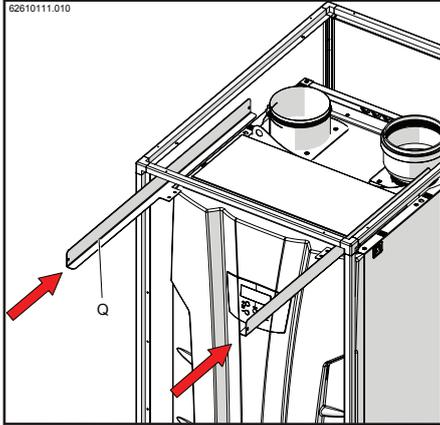
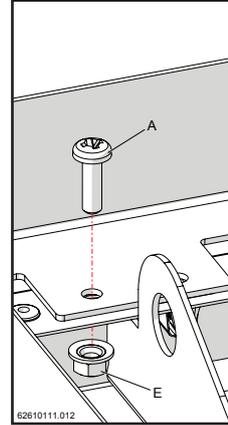
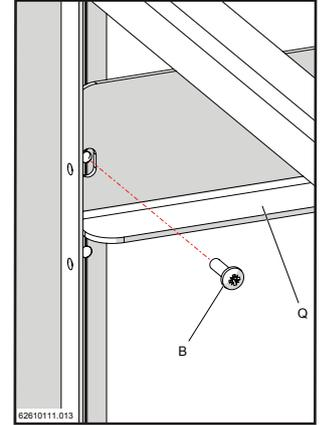

Figure 12-12
Figure 12-14
Figure 12-15
- 7.- Insérer les supports de montage supérieure "Q" (fig. 12-12 et 12-13). Appliquer la vis "A" avec l'écrou "E" pour fixer les supports sur l'appareil (fig. 12-14) et la vis "B" pour fixer les supports sur le cadre pour la couverture extérieure (fig. 12-15).